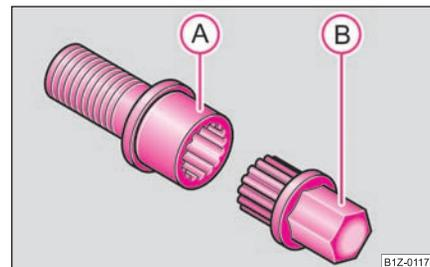

Fig. 171 Boulon antivol avec adaptateur
- Insérez à fond l'adaptateur **(B)** avec son côté denté de sorte que la denture intérieure du boulon antivol **(A)** puisse encore dépasser à l'extérieur du six-pan ⇒ page 193, fig. 171.